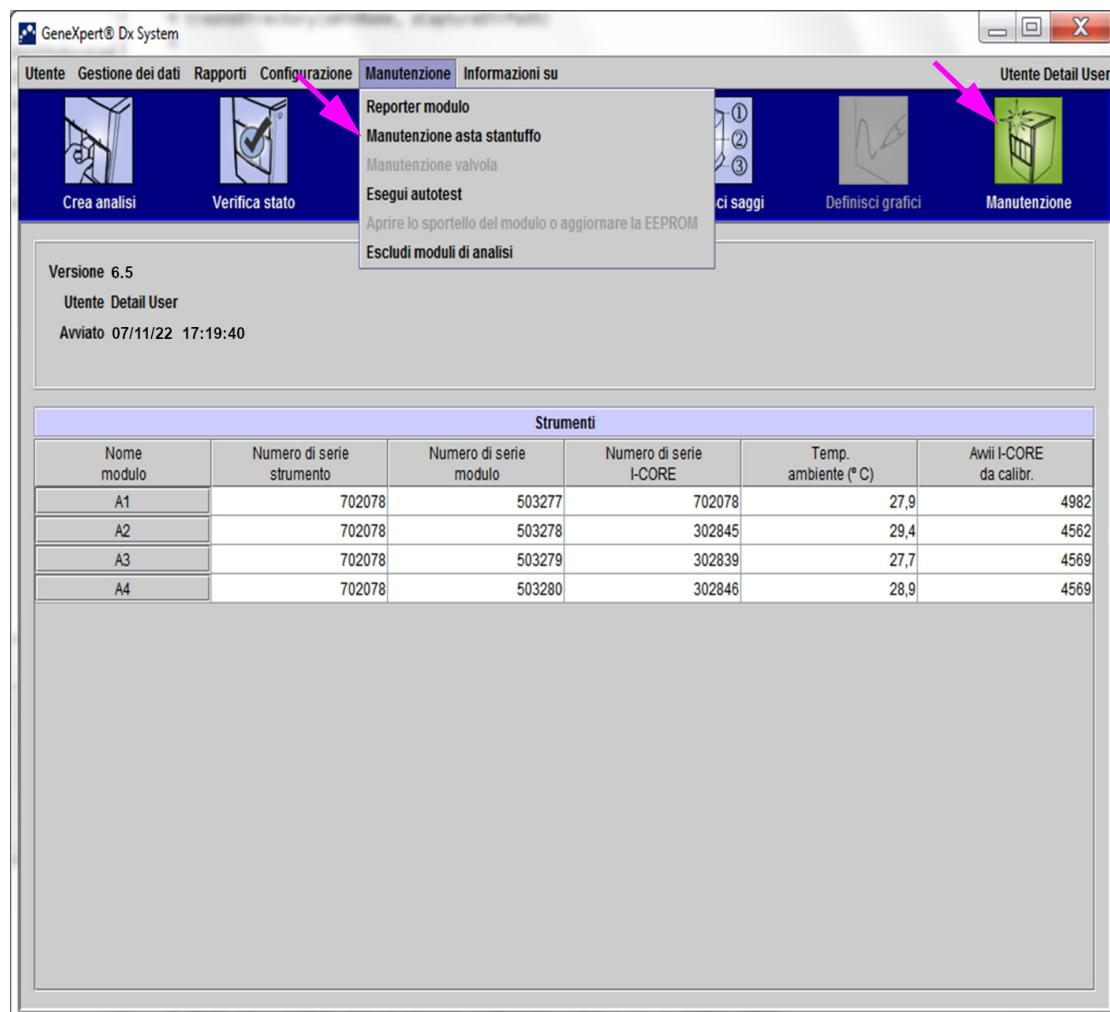
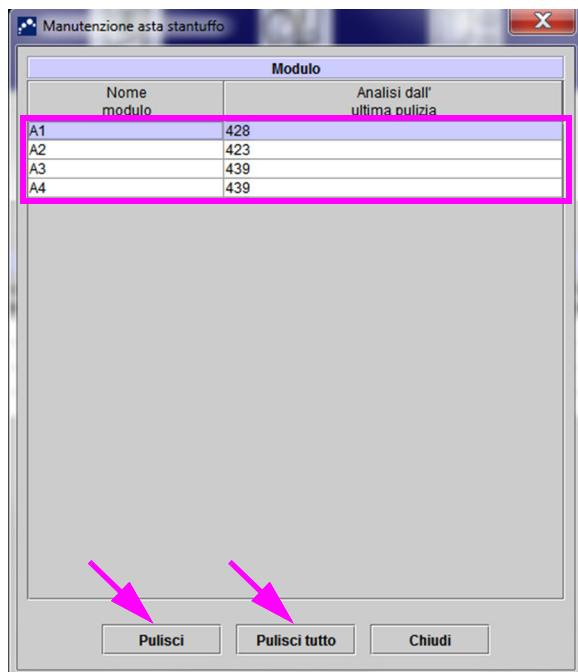
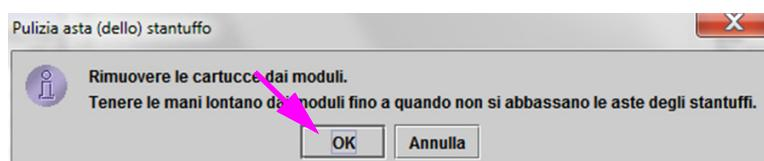

Figura 9-2. Finestra GeneXpert Dx System
Figura 9-3. Finestra di dialogo Manutenzione asta stantuffo
Figura 9-4. Finestra di dialogo Pulizia asta dello stantuffo
2. Nella finestra GeneXpert Dx System, fare clic sull'icona **Manutenzione** (vedere la Figura 9-2). Viene visualizzata la finestra **Manutenzione**.
3. Fare clic su **Manutenzione** nella barra dei menu (vedere la Figura 9-2) e selezionare **Manutenzione asta stantuffo**. Viene visualizzata la finestra di dialogo **Manutenzione asta stantuffo**. Vedere la Figura 9-3.
4. Nella tabella **Modulo**, selezionare i moduli da pulire, quindi selezionare **Pulisci** o **Pulisci tutto** (vedere la Figura 9-3). Viene visualizzata la finestra di dialogo Pulizia asta dello stantuffo (vedere la Figura 9-4).